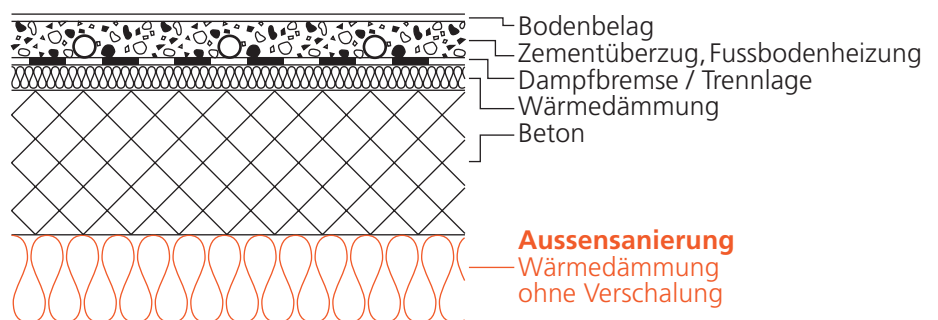

Bild 9
- **Bei Fussbodenheizungen** werden bei der U -Wert-Berechnung die Schichten oberhalb der Wärmedämmung und der innere Wärmeübergangskoeffizient h_i nicht mit eingerechnet (Bild 9).